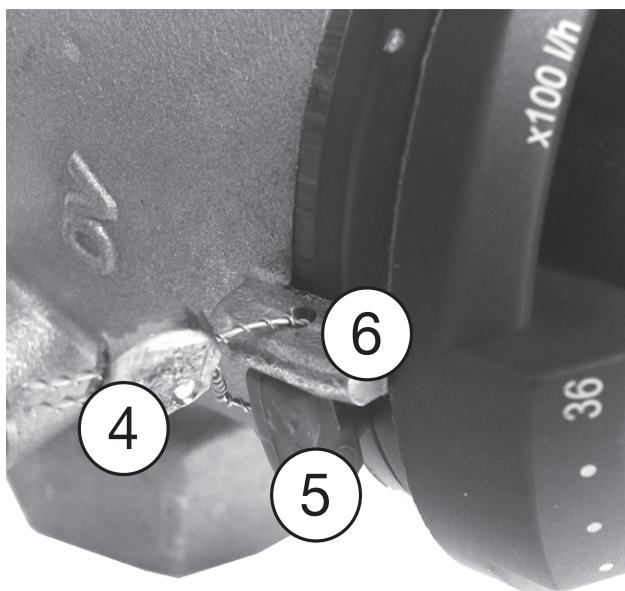

Abb. 12: Sichern der Voreinstellung
- 1** Blockierring (3) entfernen.
- 2** Handrad (2) drücken und drehen, bis die Sollwertmarkierung (1) auf den gewünschten Durchflusswert zeigt (Handrad schnappt danach in Verzahnung zurück).
- 3** Blockierring (3) wieder einsetzen.
Optional kann der Blockierring (5) mit dem Plombiersatz (4) (Zubehör, Art.-Nr. 1089091) an der Sollwertmarkierung (6) plombiert werden (siehe Abb. 12)